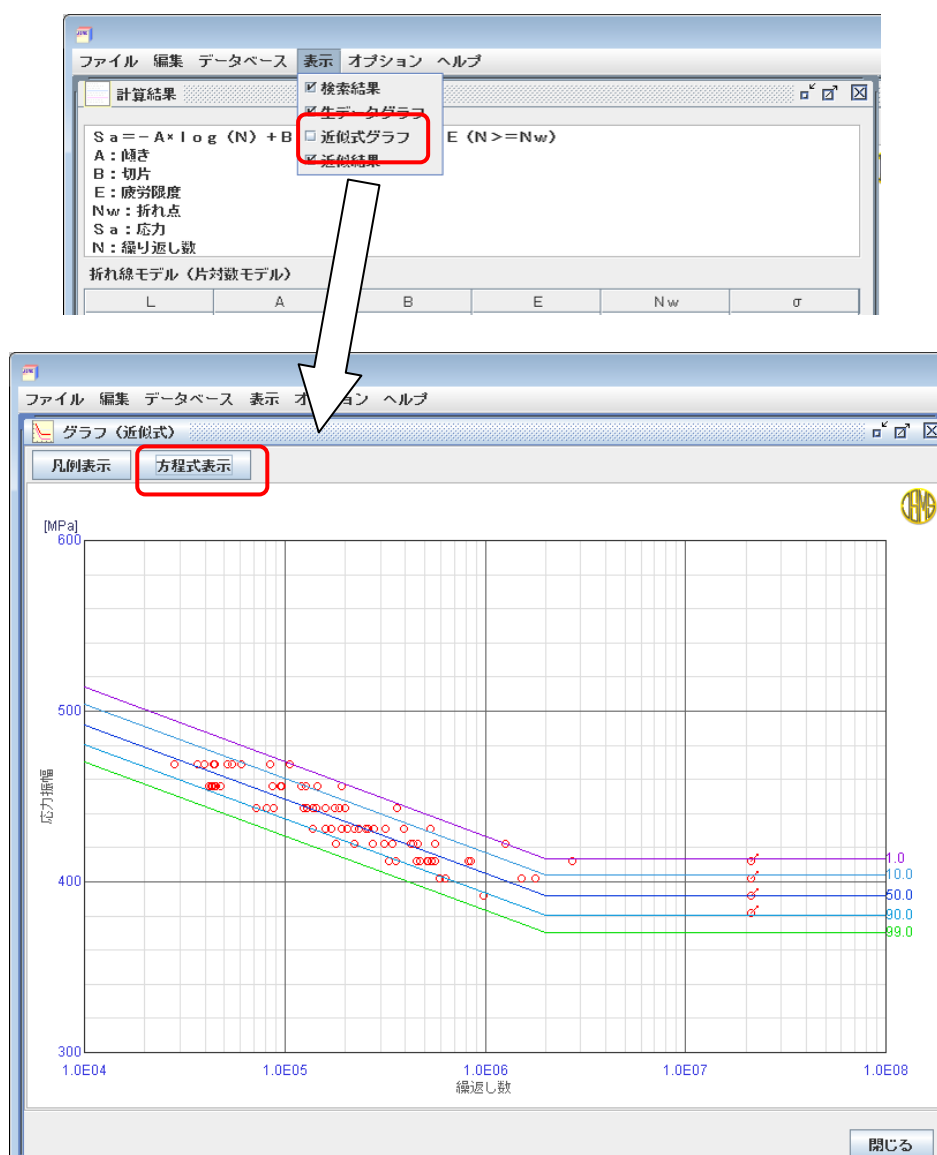

図 13 回帰曲線のグラフ表示 (近似式なし)
- 「表示」から「近似式グラフ」を選択すると、 $P-S-N$ 曲線が表示されます。(図 13)